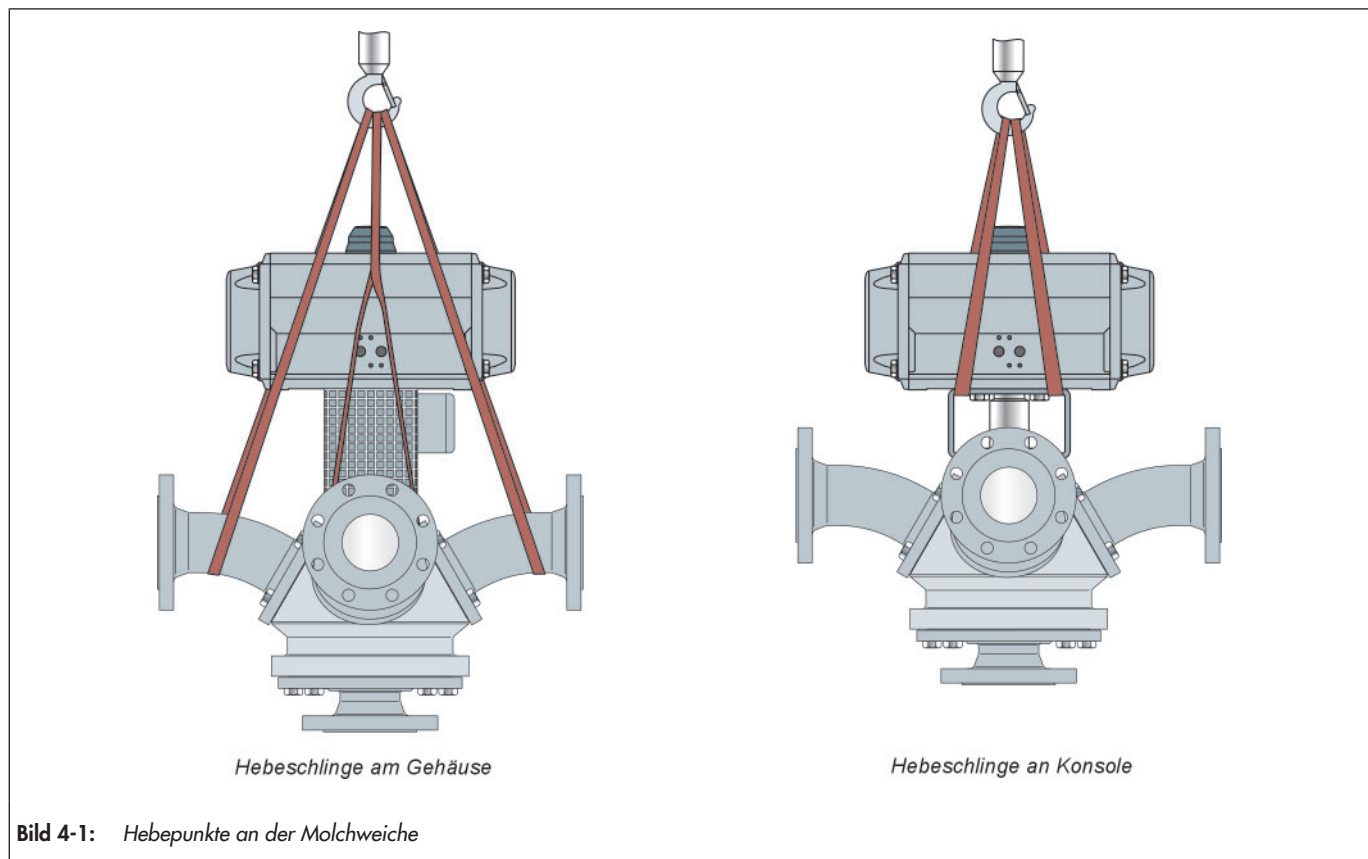

Bild 4-1: Hebepunkte an der Molchweiche
- ⇒ Als Tragmittel einen Haken mit Sicherheitsverschluss verwenden, damit die Anschlagmittel beim Heben und Transportieren nicht vom Haken rutschen können, vgl. Bild 4-1.
- ⇒ Je eine Hebeseile an den Flanschen des Gehäuses und am Tragmittel (z. B. Haken) des Krans oder Gabelstaplers anschlagen, vgl. Bild 4-1. Dabei die Sicherheit, Tragfähigkeit und Länge der Hebeseilen beachten
- ⇒ Je eine Hebeseile an der Konsole und am Tragmittel (z. B. Haken) des Krans oder Gabelstaplers anschlagen, vgl. Bild 4-1. Dabei die Sicherheit, Tragfähigkeit und Länge der Hebeseilen beachten.